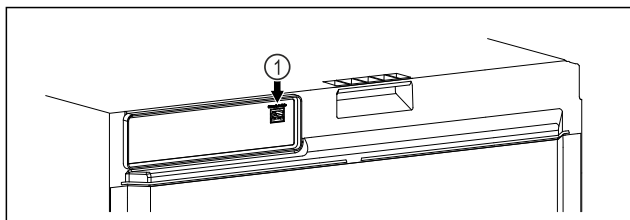

Fig. 157
- ❑ SmartModule Fig. 157 (1) ist eingesetzt.